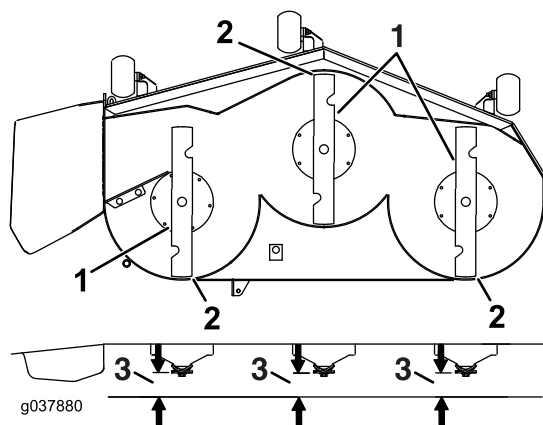

Figura 95
7. Compruebe el nivel longitudinal de la cuchilla (Figura 95). Asegúrese de que la punta de la cuchilla delantera está más abajo que la punta de la cuchilla trasera, como se muestra en Altura de bloque y soporte. Si se requieren ajustes, siga con este procedimiento.